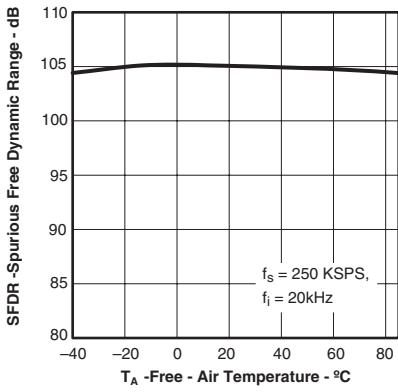
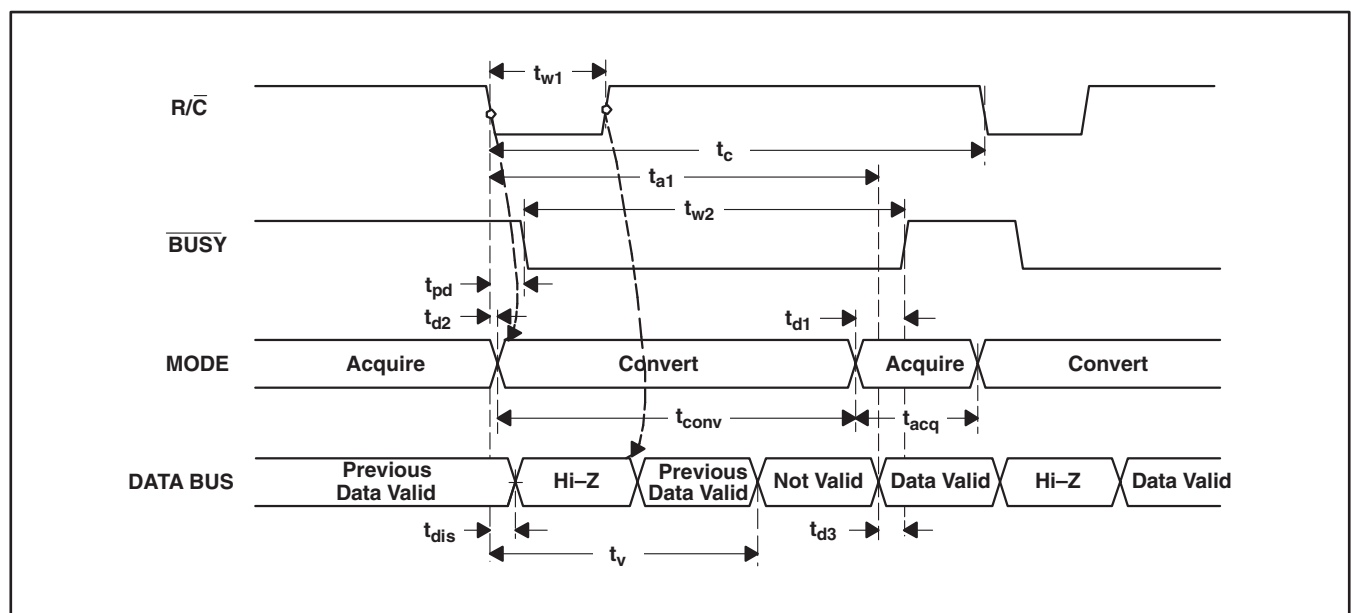
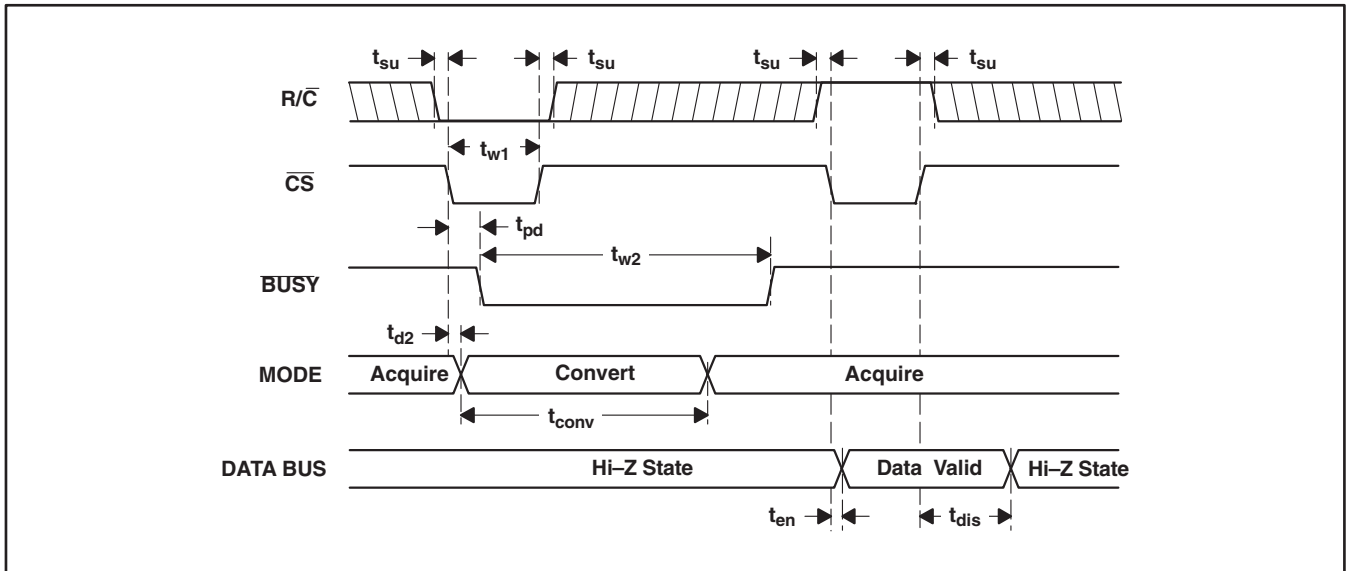
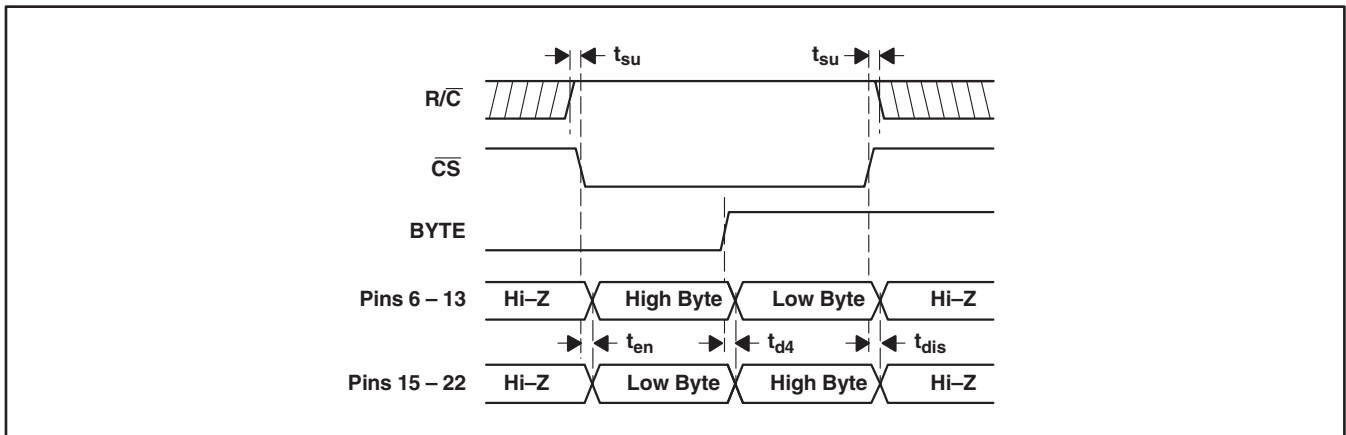

図 1
図 23. 変換と出力イネーブルのタイミング (\overline{CS} を “Low” に固定)
図 24. \overline{CS} を使用した変換制御と読み取りのタイミング
図 25. \overline{CS} とBYTEを使用したデータバスの制御
ADS8505は変換の終了時に、入力信号のトラッキングを始めるので、変換コマンドの間隔を4µs確保すると、新しい信号を正確にアクイジションすることができます。CS、R/C、およびBUSYの状態については図1を、タイミングは図23から図25を参照してください。
(1) 図23と図24で変換“n-1”で有効なデータに対する制約について参照してください。
変換“n”が完了して出力レジスタが更新された後、BUSY (ピン26)が“High”になります。このとき、変換“n”の有効データは、D15~D0 (ピン6~13および15~22)で得られます。また、BUSYが“High”になることを利用してデータをラッチすることもできます。タイミング制約については表3、図23、図24、および図25を参照してください。
変換“n”が開始された後、変換でも“n-1”の有効なデータを読み取ることができます。このデータは変換“n”の開始から最大 t_2 (2.2μs typ)まで有効です。変換“n”の開始後、 t_2 (2.2μs typ)からBUSY (26ピン)が“High”になるまでの間、データの読み取りを行わないでください。これは、無効データを読み取ることになります。タイミングの制約については表3と図23、図24、および図25を参照してください。